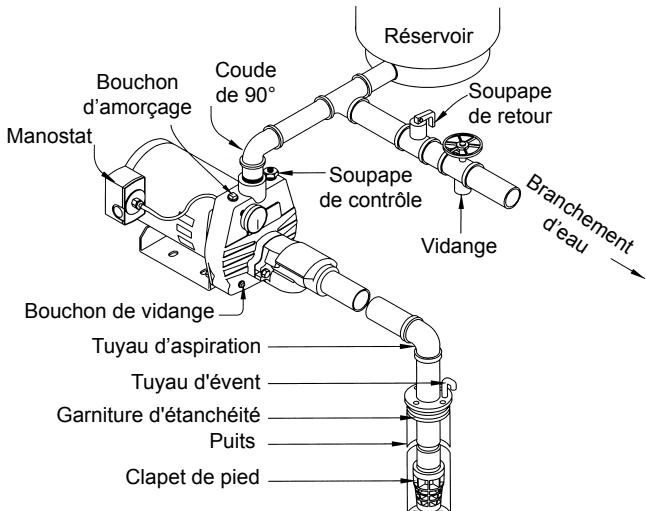

Fig. 3a - PUITS PEU PROFOND (AVEC CLAPET DE PIED)
- d) **Branchemennt d'eau :** Il faudrait raccorder le branchement d'eau comme l'indiquent les figures 3a, b, c ou d. Le diamètre de la conduite de branchement d'eau est en rapport direct avec le volume d'eau requis et la longueur de la conduite elle-même. Le diamètre de la conduite choisie devrait être assez grand pour que la hauteur de la perte de charge (établie à l'aide du tableau 3, Diagramme de perte de charge) ne dépasse jamais plus de 20 pieds (6 m).